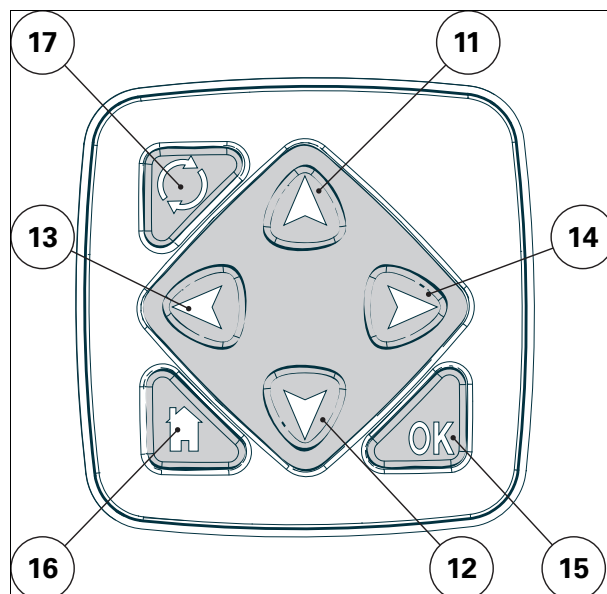

Рис. 10.
Для переключения между дисплеями используйте кнопку "Отмена" ((16)) на клавиатуре Блок управления панели приборов рис. 10 на главном экране.
Для переключения между дисплеями используйте кнопку со стрелкой "вниз" на клавиатуре Блок управления панели приборов рис. 10 на главном экране.
Все эти параметры можно выбрать, нажав на кнопку (17) в правой части рулевого колеса рис. 10